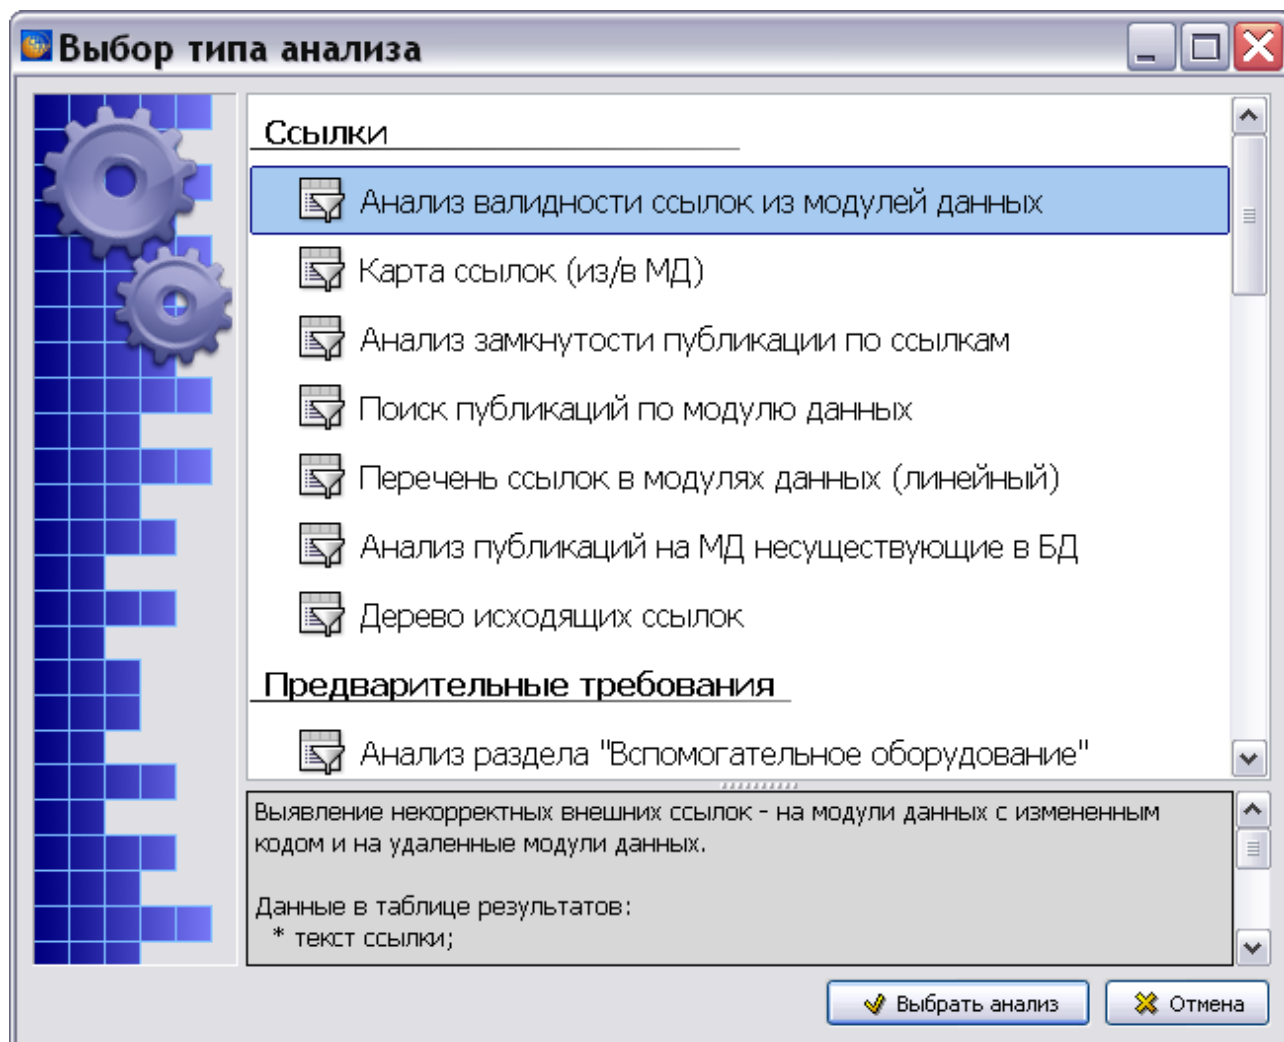

Рис. 21.68
4. В правой части диалогового окна **Структура раздела** выберите инструмент **Анализ БД** . При этом появится диалоговое окно **Выбор типа анализа** (Рис. 21.68).
В нижней части окна **Выбор типа анализа** выводится краткое описание выбранного типа анализа (Рис. 21.68).